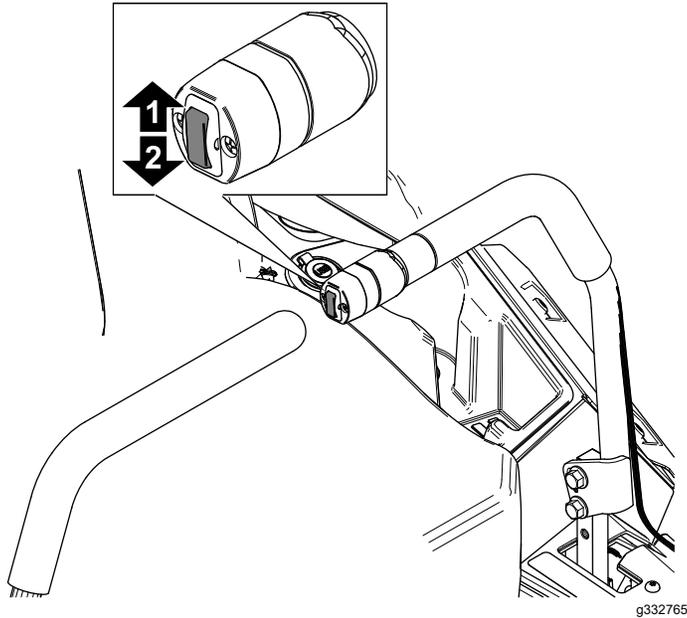

Figura 21
1. Presione hacia arriba el interruptor de elevación de la carcasa (Figura 21).